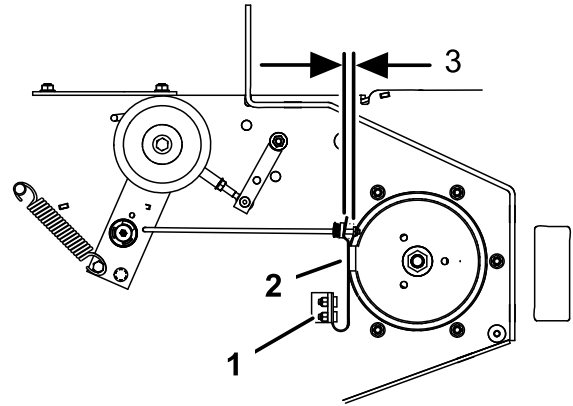

Bild 58
3. Stellen Sie die Federbefestigungsschrauben ggf. so ein, dass die Messerbremssbacken beide Seiten der Scheibenrinne berühren (Bild 58).
4. Stellen Sie die Mutter am Ende der Messerbremsstange ein, bis ein Abstand von 3 mm bis 5 mm zwischen der Mutter und dem Distanzstück besteht (Bild 58).